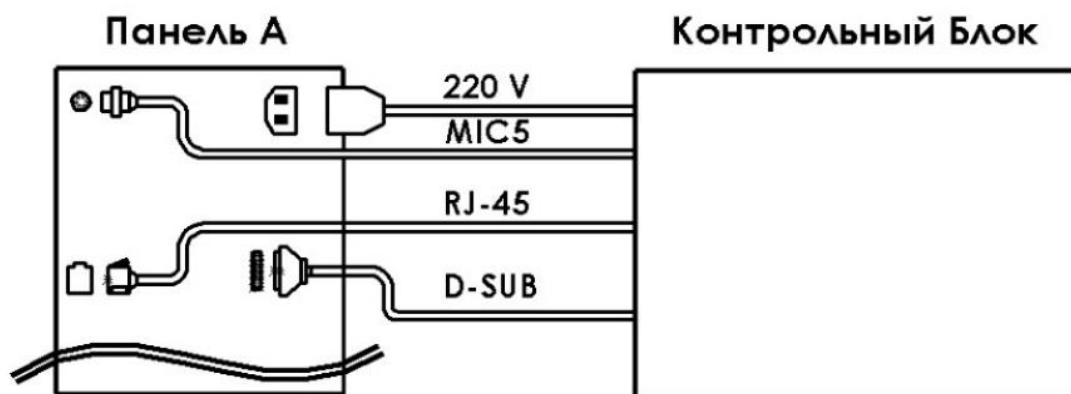

Рис. 3
- Установить разъемы D-SUB в соответствующие ответные гнезда на боковых панелях (рис.3).
- Подсоединить кабель электропитания к верхнему разъему на соответствующей боковой панели, на нижний разъем которой планируется подавать напряжение (рис.3).
- Подсоединить разъемы RJ-45 и MIC 5 к соответствующим ответным гнездам на боковых панелях (рис.3) (опция).